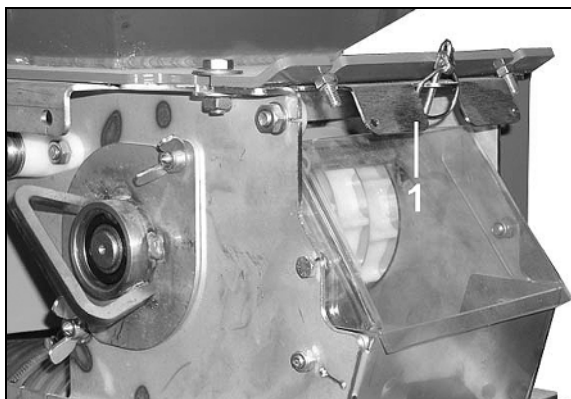

Рис. 122
- 3.1 Откиньте крыло рамы: выньте оба штифта (Рис. 122/1) из клапанов и заверните их для стопорения под углом 45°.
- 3.2 Маркер: выверните оба штифта (Рис. 122/2) из клапанов.
Приведите в стандартное положение штоки клапанов (Рис. 122/1,2).